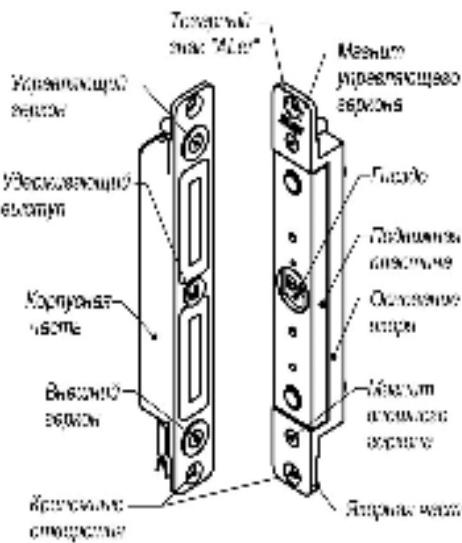

Рис.1
4.1 ЗАМОК состоит из корпусной и якорной частей. При закрытии двери подвижная пластина якорной части притягивается к рабочей поверхности корпусной части, при этом удерживающий выступ на корпусе входит в соответствующее гнездо пластины якоря и запирает дверь (рисунок 1). Величина удерживающего усилия замка определяется конструктивными размерами удерживающего выступа. При снятии напряжения питания ЗАМОК разблокируется, что приводит к отпиранию двери.
5.2 Для монтажа якорной части в дверном полотне симметрично кромкам двери подготавливается гнездо шириной не менее 26 мм и глубиной не менее 28 мм. Подвижная пластина якоря не должна касаться стенок гнезда при любом положении якоря. Якорная часть замка вертикального исполнения должна быть ориентирована в гнезде по установочной метке в виде товарного знака «ALer» направлением вверх (рисунок 1).